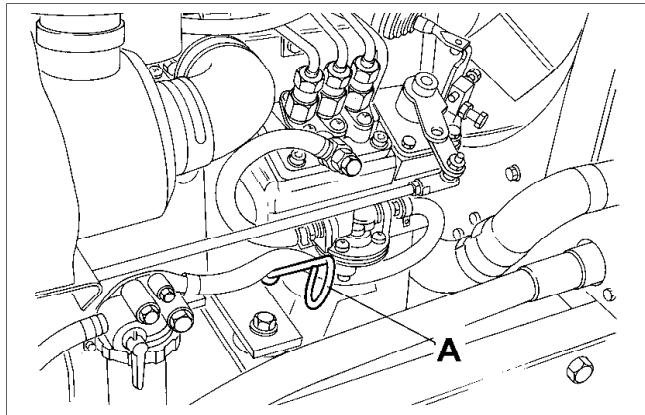
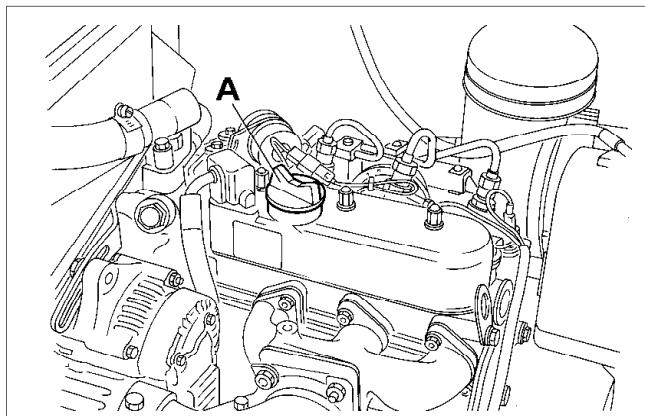

Fig.24
Fig.25
Sacar la varilla (A Fig. 24) y comprobar que el aceite llegue al nivel correcto indicado. En caso necesario, llenar con aceite nuevo por el llenador (A Fig. 25) encima de la caja oscilante.
- (c) Quitar la tapa de llenar (A Fig. 25) y llenar con aceite limpio hasta el nivel máximo en la varilla (A Fig. 24). Capacidad 3,2 litros